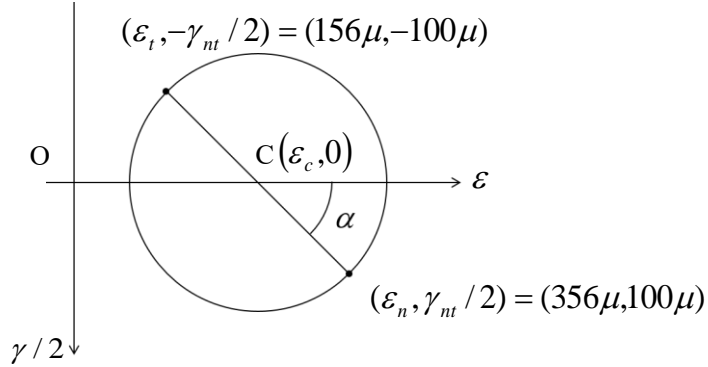

Fig.3 モールのひずみ円.
(2)で描いたモールのひずみ円について, 図 3 のように角 α をおく.